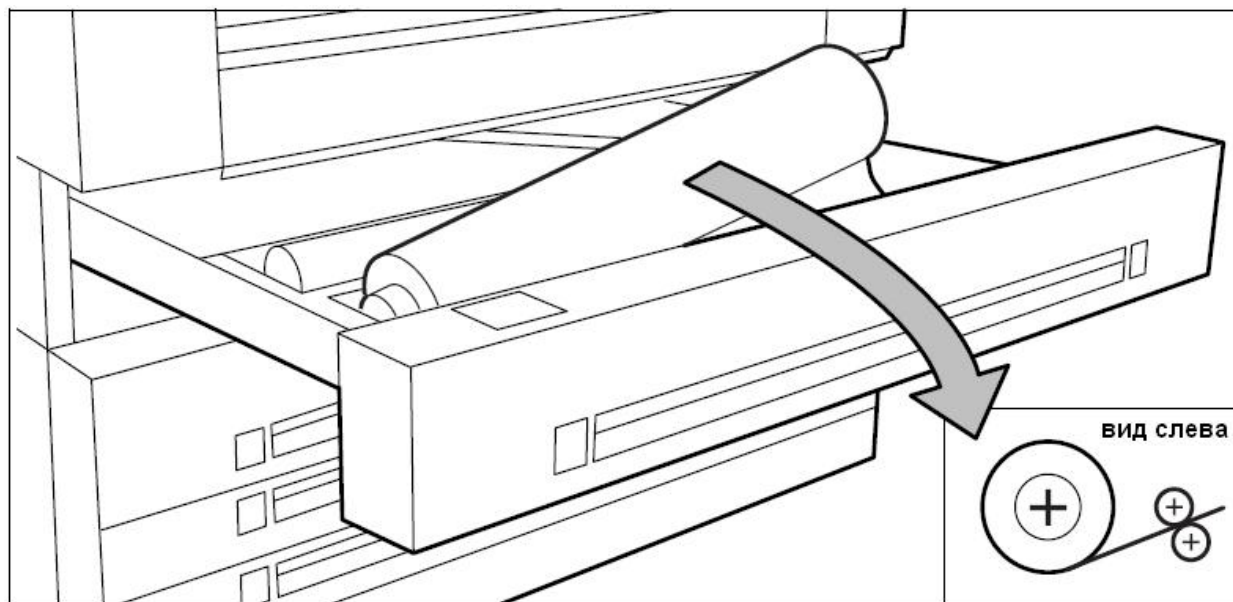

Рисунок 91: Показано, как устанавливать новый рулон
7. Обеими руками положите новый рулон с держателем в свой отсек (смотрите рисунок 91).